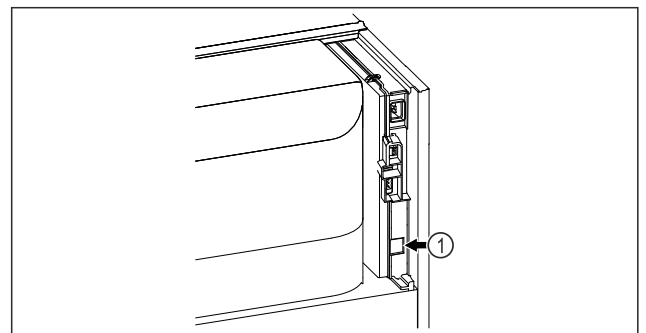

Fig. 59
- ❑ Se utiliza SmartModule Fig. 59 (1).